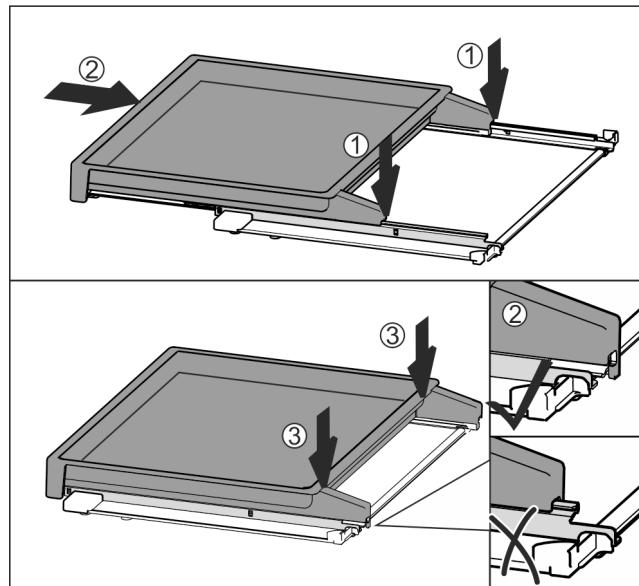

Fig. 113
- Položite jo na sredino tirnic Fig. 113 (1).
- Izvlečno polico v celoti potisnite noter Fig. 113 (2).
- Pritisnite na zadnji strani, da se slišno zaskoči Fig. 113 (3).